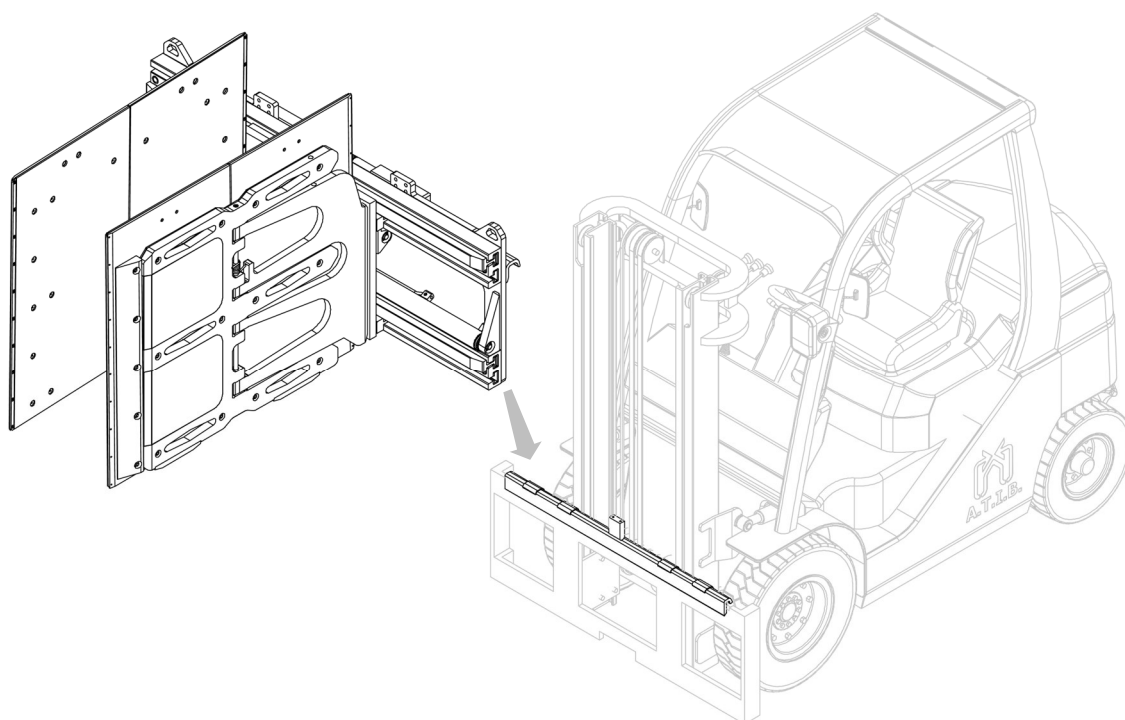

Figura 7
7. A continuación, enganchar el equipo con un puente grúa o un polipasto de capacidad suficiente y colocarlo en el doble gancho, teniendo cuidado de colocarlo correctamente (ver *Figura 7*).